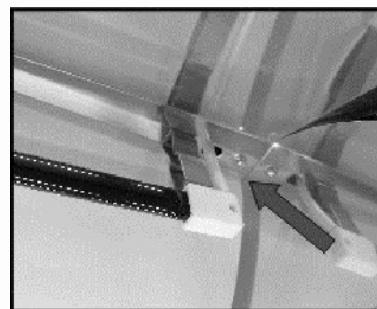

Figure 8 - Démontage de l'ampoule.
- Saisissez l'ampoule par un côté et puis de l'autre et l'extraire de son support (Figure 8) ;